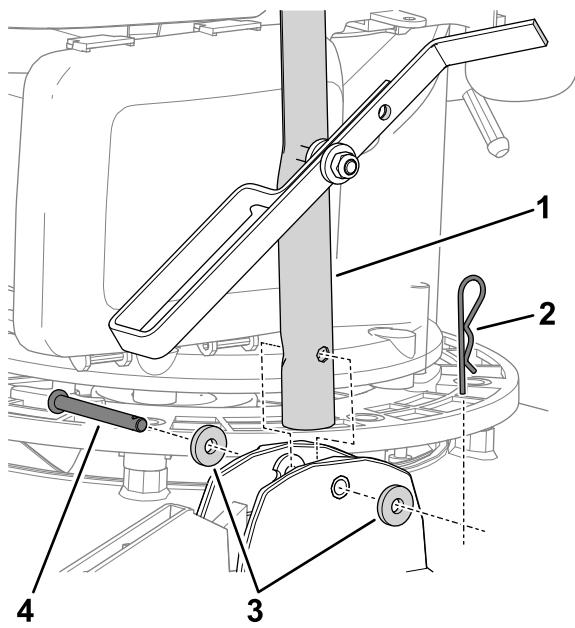

**Figure 5**
1. Insérez 2 douilles en T dans les brides de montage du guidon sur le plateau de coupe (Figure 5).